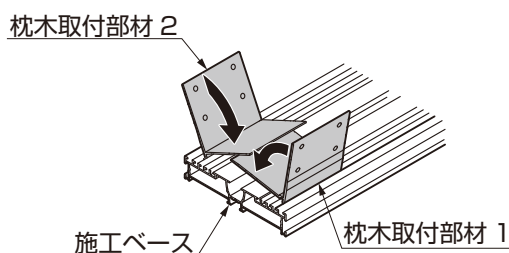

図3-2
- ① 枕木取付部材1と2を使用する枕木のサイズに合わせて施工ベースにはめ込んでください。(図3-2、3-3参照)
- 枕木取付部材1を下側にしてはめ込んでください。(図3-2参照)